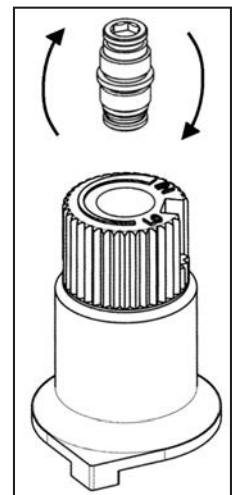

Figure 13: Vis de soupape à bascule
- À l'aide de la clé Allen, comme illustré à la Figure 13, tournez la vis dans le sens des aiguilles d'une montre jusqu'à ce qu'un couple de 9 pouces lbs. **AVERTISSEMENT!** Ne serrez pas trop la vis. Il est recommandé de saisir la clé par le côté court.